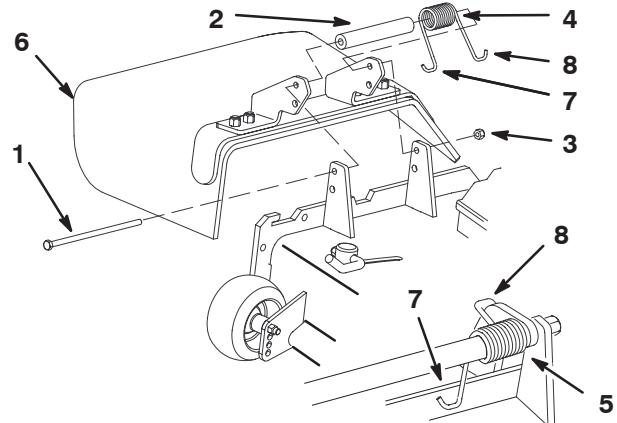

Bild 38
- Entfernen Sie die Sicherungsmutter, Schraube, Feder und das Distanzstück, mit denen das Ablenkblech an den Mähwerkbügeln befestigt ist (Bild 38). Entfernen Sie defekte oder abgenutzte Ablenkbleche.
- Legen Sie das Distanzstück und die Feder zwischen die Ablenkblechhalterungen (Bild 38). Positionieren Sie das linke Hakenende der Feder hinter der Kante des Mähwerks.
Hinweis: Stellen Sie sicher, dass sich das linke Hakenende der Feder hinter der Mähwerkseite befindet, bevor Sie die Schraube einführen, siehe Bild 38.
- Setzen Sie die Schraube und Mutter ein. Legen Sie das rechte Hakenende der Feder um das Ablenkblech (Bild 38).